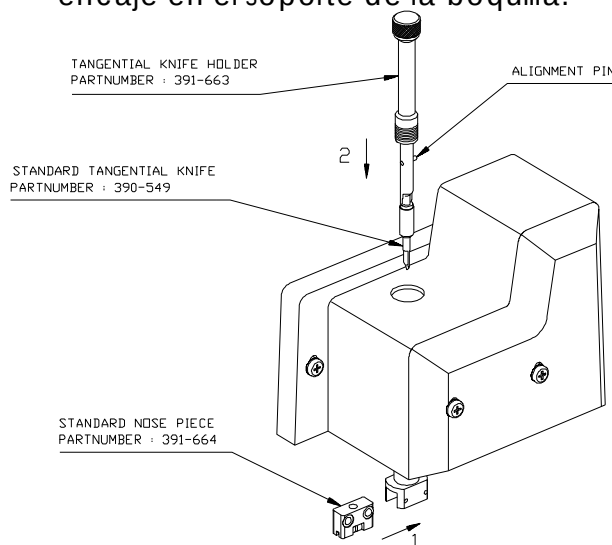

FIGURA 1-5 :
2. Inserte la boquilla de color **gris** como se muestra en la Figura 1-5 hasta que encaje en el soporte de la boquilla.
3. Inserte cuidadosamente la cuchilla en el hueco de la herramienta, como se muestra en la Figura 1-5. Sujete la boquilla en su sitio con una mano, mientras con la otra gira el soporte de la cuchilla en el sentido contrario a las agujas del reloj hasta que la clavija de alineamiento encaje en la pequeña muesca del hueco de la herramienta. Ahora gire el soporte de la cuchilla en el sentido de las agujas del reloj para que quede sujeto al hueco de la herramienta.